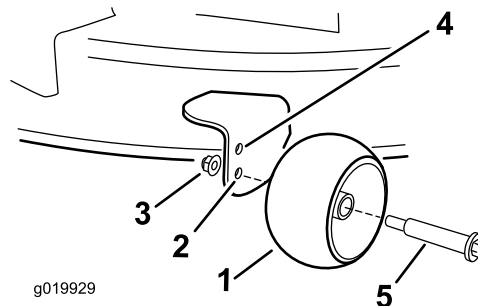

Figura 23
- Taladro superior—utilice esta posición cuando la carcasa de corte está en la posición de altura de corte de 63 mm (2-1/2 pulgadas) o menos (Figura 23).
- Taladro inferior—utilice esta posición cuando la carcasa de corte está en la posición de altura de corte de 76 mm (3 pulgadas) o más (Figura 23).